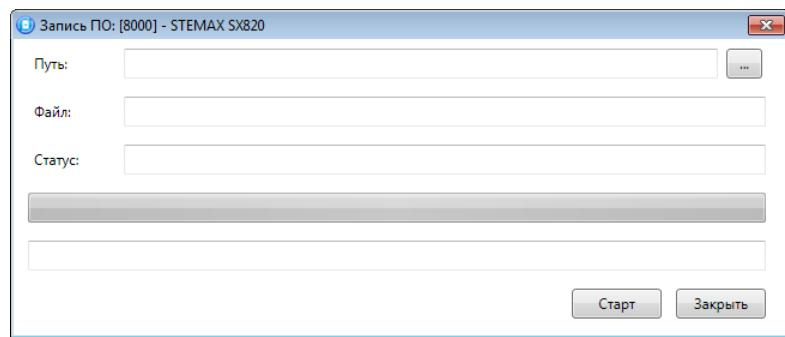

Рис. 7.2. Окно Запись ПО
- В открывшемся окне *Запись ПО* (Рис. 7.2) укажите путь к файлу новой версии встроенного ПО контроллера на вашем ПК (файл имеет расширение **.sbin**) и нажмите кнопку *Старт*.